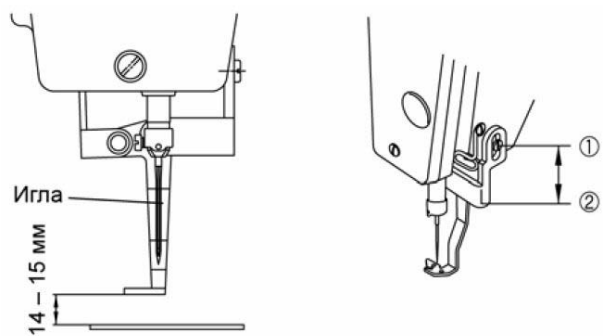

Рисунок 24 – Регулировка нитеотводчика по высоте
*Регулировка нитеотводчика по высоте* (рисунок 24). Ослабить крепежный винт 2 на рычаге нитеотводчика. Совместить вертикально иглу и нитеотводчик. Отрегулировать нитеотводчик вверх-вниз, чтобы установить расстояние между игольной пластиной и нитеотводчиком, равным 14...15 мм. Затянуть крепежный винт 2.